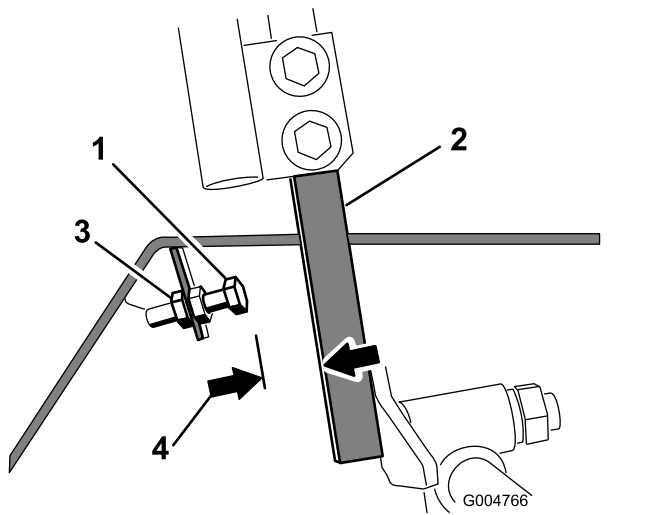

Figura 82
4. Afloje la contratuerca del perno de tope de una palanca de control (Figura 82).